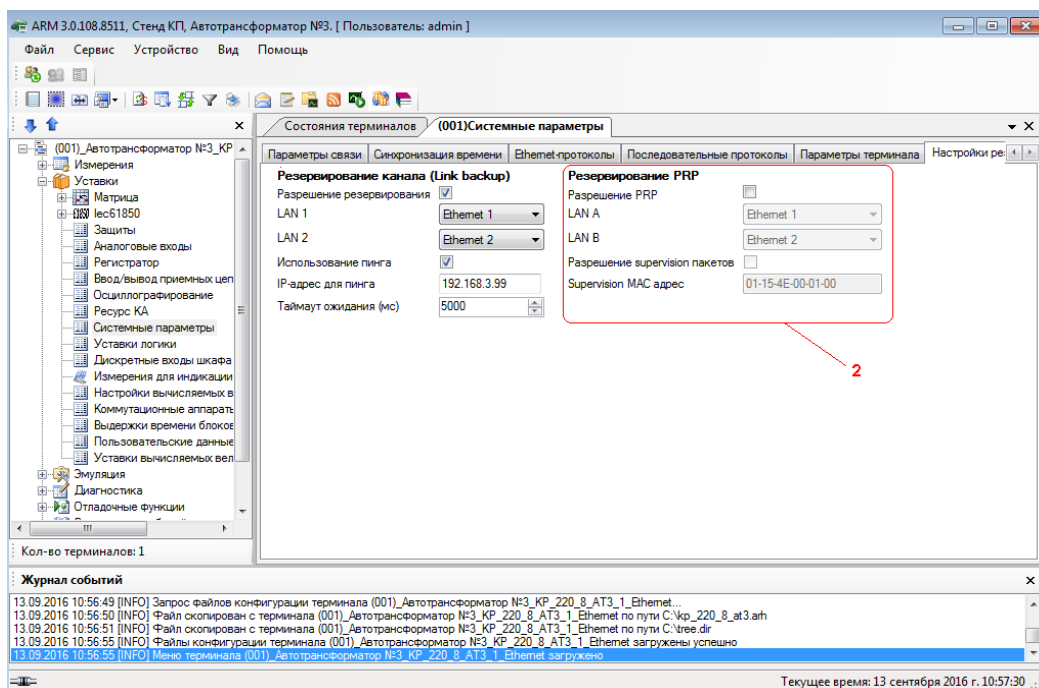

Рисунок 6.88
- установить флажок перед полем **Резервирование PRP** (см. рисунок 6.88, обозначение 2);